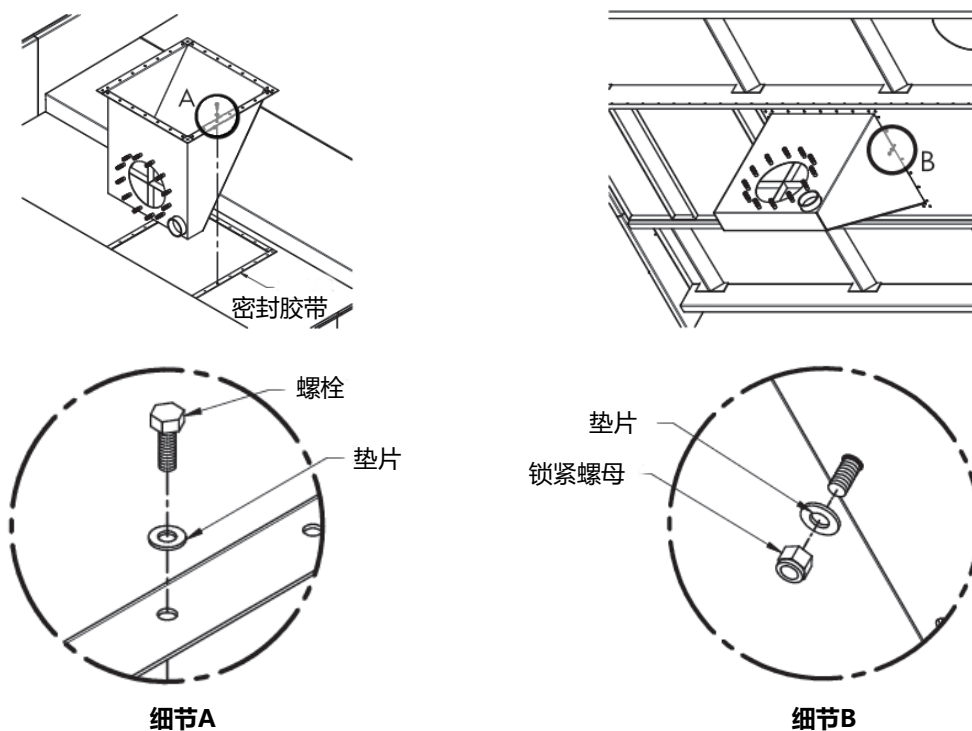

图4 - 侧出水口下沉式集水盒的安装
1. 找到位于冷却塔水盘最底部的正方形开口，在开口周圈的螺栓孔上铺贴密封胶带，如图4所示。